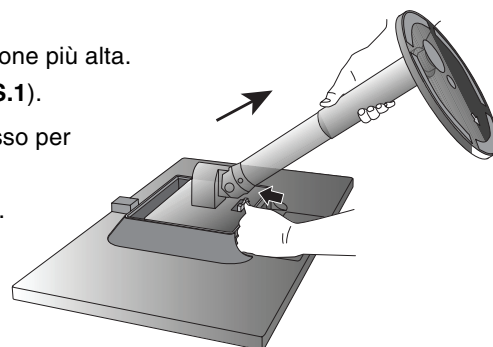

Figura S.1
3. Sistemare il monitor verso il basso su una superficie non abrasiva (**Figura S.1**).
4. Afferrare con una mano il supporto e con l'altra il pulsante di sblocco rapido. Premere il pulsante nella direzione indicata dalle frecce (**Figura S.1**).
5. Sollevare il supporto per sganciare il gancio superiore e rimuovere il supporto (**Figura S.1**).